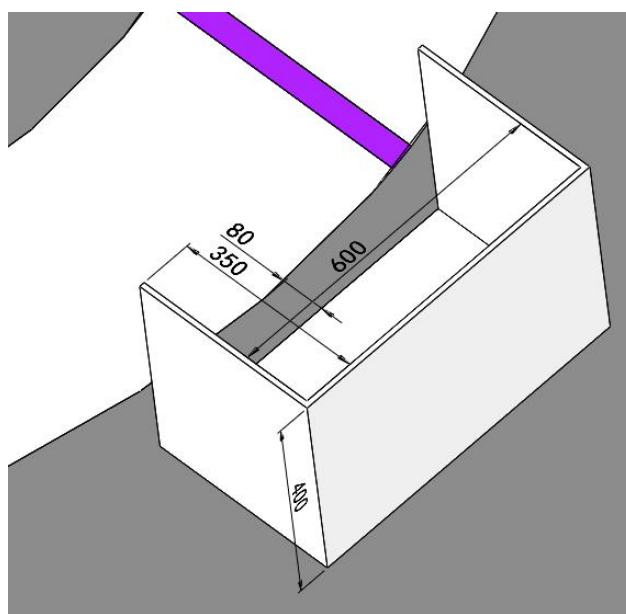

图 8 住户 1 标识尺寸（单位：mm）
3.住户标识：分岔路两侧分别设置了住户，赛道上设置了紫色和棕色的标识色带。色带大小为  $500\text{mm} \times 50\text{mm}$ ，与住户最前端的立板平齐。如图 8、9 所示。